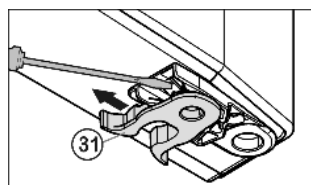

Fig. 10
- ▶ Przenieść zacisk sprężynowy Fig. 10 (31); Zatrząsk przycisnąć w dół, przy tym zdjęć zacisk sprężynowy.